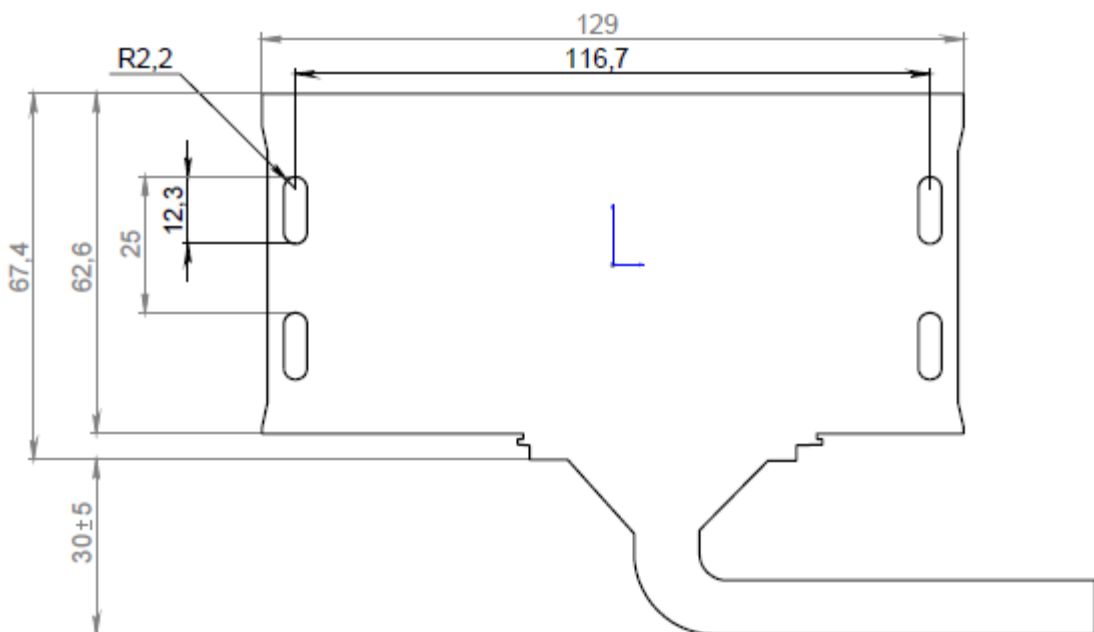

Рисунок 4.4 Установочные размеры терминала FORT-114M
1. Место установки терминала должно быть выбрано, исходя из его габаритных ($129 \times 63 \times 32 \text{ мм}$) и установочных (см. рисунок 4.4) размеров, а также с учетом обеспечения требуемого пространства для удобного подключения разъемов.